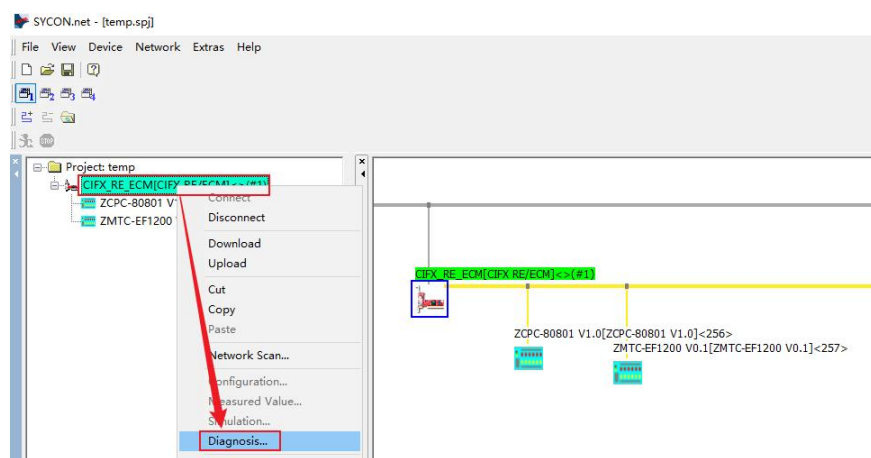
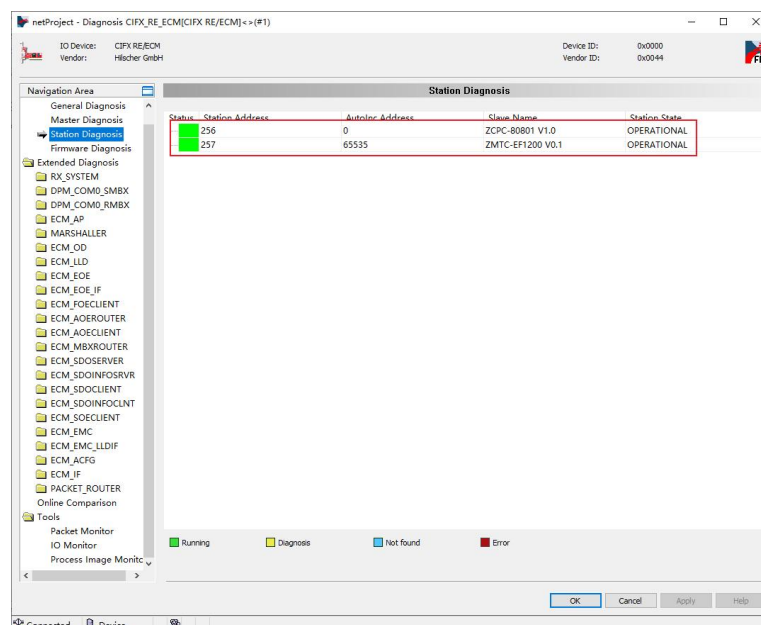

图 4.9 设备诊断
图 4.10 查看从站状态
(7) 下载完成后，选中主站，右键菜单“Diagnosis”进行诊断，如下图 4.9 所示。在弹出的诊断界面下点击 Diagnosis->Station Diagnosis 查看从站状态，如下图 4.10 所示。